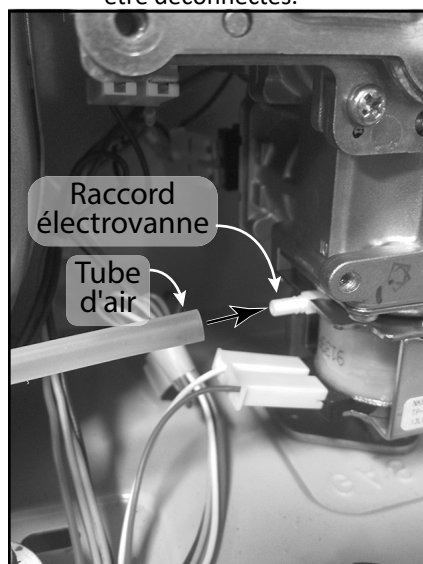

Figure 29
- 5.4 Débranchez le tube d'air transparent se trouvant à gauche de l'électrovanne du gaz (Figure 29).